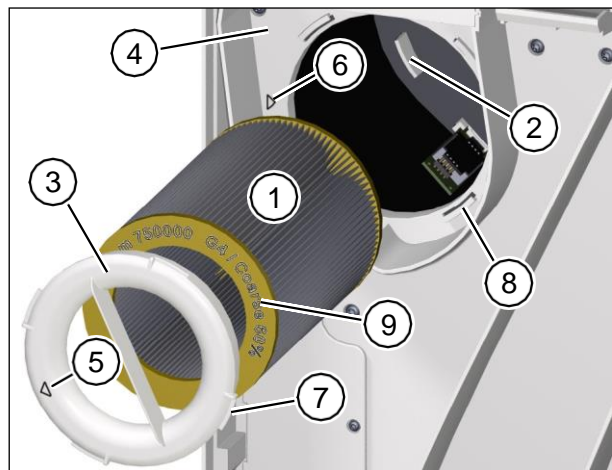

Рис. 22: Встановлення нового фільтра витяжного повітря
- ▶ Обережно встановіть новий фільтр витяжного повітря (пункт 1 на Рис. 22) у вентиляційну установку.
- ▶ Перевірте, щоб повітряний фільтр став на 3 пази кріплення (пункт 2 на Рис. 22) на задній стінці вентиляційної установки.
- ▶ Встановіть кільце фільтра (пункт 3 на Рис. 22) на фільтр витяжного повітря. Перевірте, щоб кільце фільтра щільно прилягало до проміжної пластини (пункт 4 на Рис. 22).
- ▶ Поверніть кільце фільтра за годинниковою стрілкою (пункт 5 на Рис. 22) доки стрілка на кільці фільтра не вирівняється зі стрілкою закритого положення (пункт 6 на Рис. 22). Перевірте, щоб 4 кріплення (пункт 7 на Рис. 22) кільця фільтра стали в пази (пункт 8 на Рис. 22) проміжної пластини.
- У якості фільтра витяжного повітря можна використовувати лише M-WRG-II FS, Арт. № 750000. Маркування каталог № та клас повітряного фільтра нанесено на жовтій стороні повітряного фільтра (пункт 9 на Рис. 22).